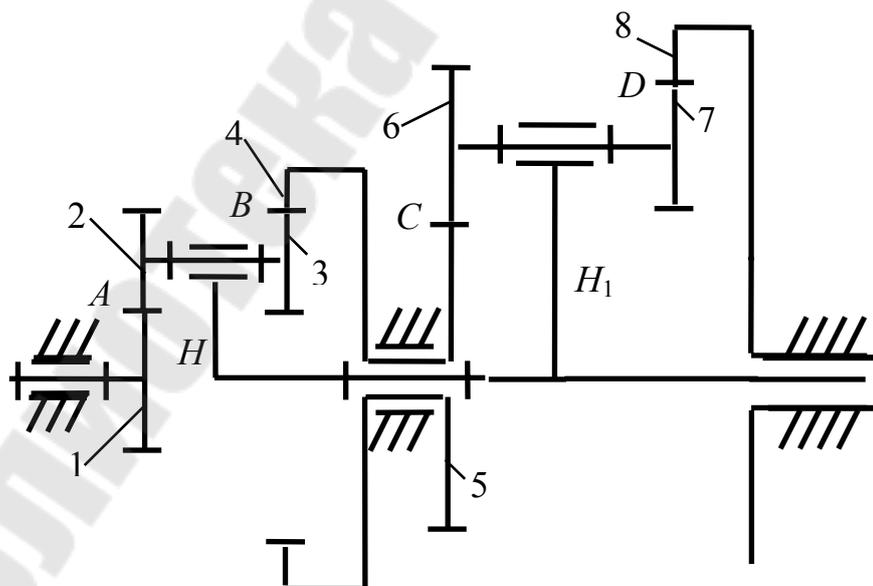

Рис. 4.3
3. Определить угловые скорости звеньев замкнутого дифференциального механизма (рис.4.3), если угловая скорость зубчатого колеса 1 равна  $\omega = 100 \text{ с}^{-1}$ . Исходные данные приведены в табл. 4.3.